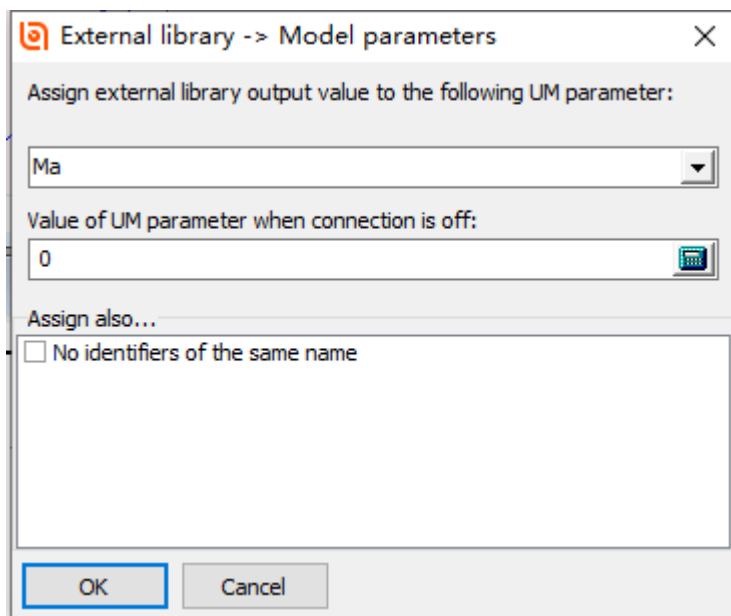

图 3.20
2. 从下拉菜单选择参数 **Ma**，如图 3.20 所示。